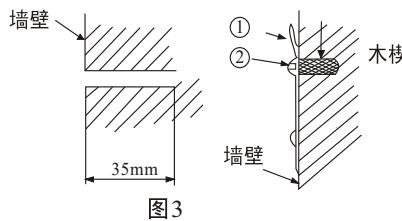

图3
(1) 如图3所示在墙上钻一个孔，并用螺钉和相配的木楔把安装板牢固安装。